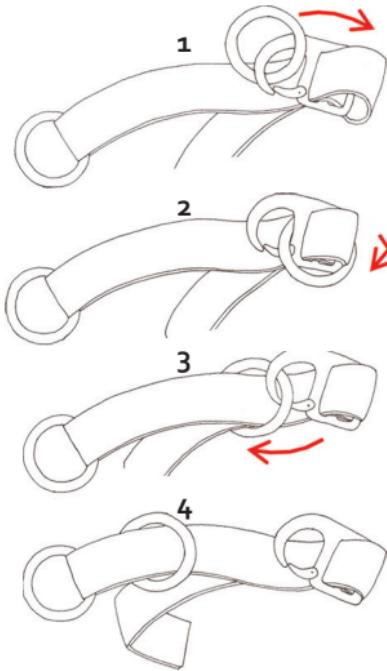

Fig. 11
- Continuar como se representa en Fig. 11, 1–4.